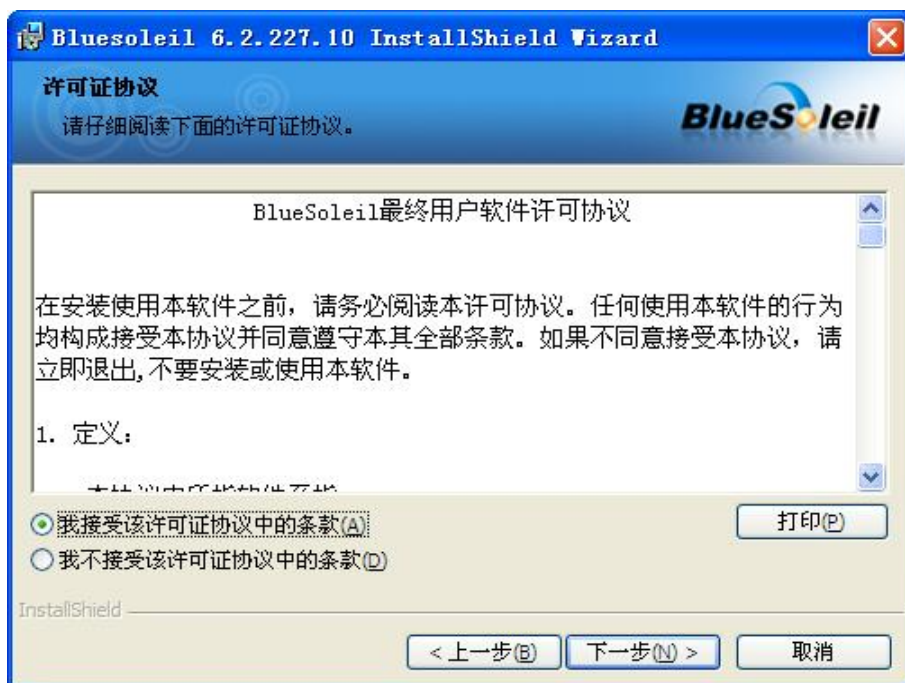

图 21
3.4 同意接受许可证中的条款，继续下一步，如图 21。
1.3.1 设置变压器参数，选择此项目后，会打开一个变压器各项参数的对话框，如图 21。设置好各个参数后，按“确认”键保存输入数据，按“取消”键放弃输入数据，按“写入数据文件”键则将此变压器参数写入到已选择的历史曲线文件中，覆盖掉这些文件以前的变压器参数。（此功能是针对在变压器现场测试时，临时简单设置了变压器参数，再测试完成后重新想修改已保存的变压器参数的情况。）